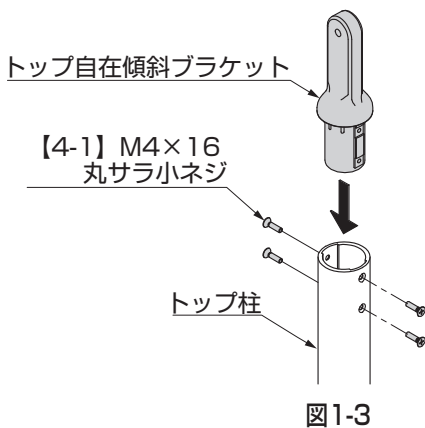

図1-3
- ① トップ柱にトップ自在傾斜ブラケットを挿入して、【4-1】で取付けてください。(図1-3参照)